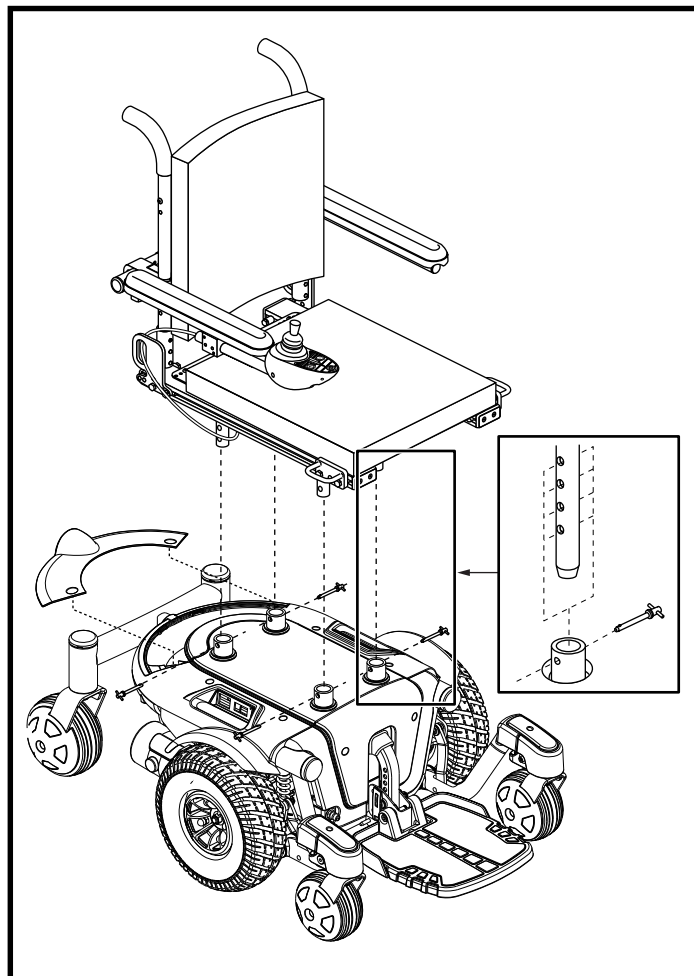

Figura 11. Installazione seduta Synergy
Prima dell'uso iniziale o dopo il trasporto della carrozzina, può essere necessario installare il sedile. La seduta Synergy si appoggia alla base su quattro pistoni. Vedere figura 11. Se la Vostra carrozzina è dotata di sistema di seduta Synergy TRU- Balance o altro tipo di seduta opzionale, consultare le informazioni fornite nel relativo manuale separato.
2. Abbassare la seduta controllando che i quattro tubulari della base si vadano ad incastrare con la base. Vedere figura 11.
4. Rimuovere i morsetti di fissaggio che bloccano i piantoni del sedile sulla base di alimentazione. Vedere figura 11.